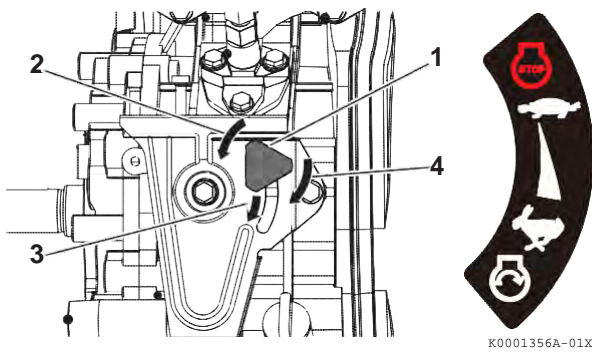

Figura 5
3. Se il controllo di velocità motore è simile a **Figura 5**:
- (a) Ruotare il pomello di controllo velocità motore **(Figura 5, (1))** a sinistra **(Figura 5, (2))**.
- (b) Fare scorrere la manopola di controllo velocità motore in posizione START **(Figura 5, (3))**.
- (c) Rotare il pomello di controllo velocità verso destra **(Figura 5, (4))** per serrarlo.